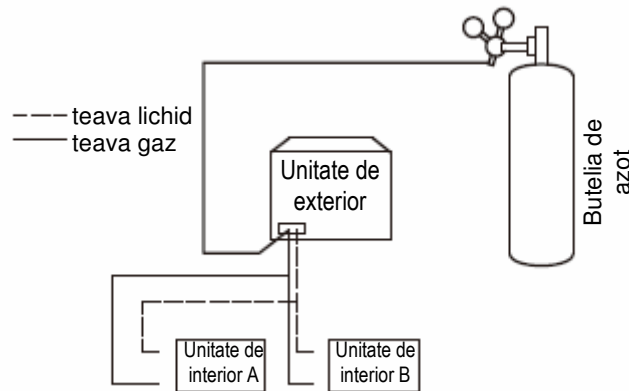

Figura 5.13
4. Utilizati capace oarbe pentru a bloca toate deschizaturile de pe partea cu lichid (gaz), cu exceptia deschizaturii la unitatea de interior cea mai indepartata de unitatile externe ("Unitatea de interior A" din Figura 5.13).